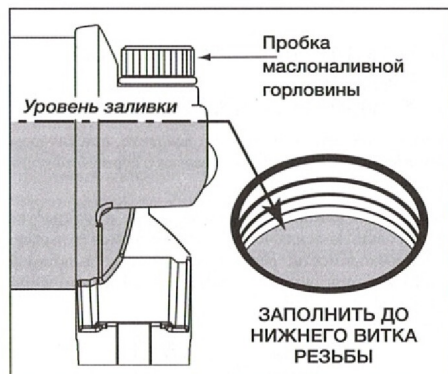

Рисунок 16 – уровень масла в бачке.
3. Проверьте уровень масла. См. рисунок 16. В случае низкого уровня масла, пополните его запас до нижнего витка резьбы маслосливной горловины.